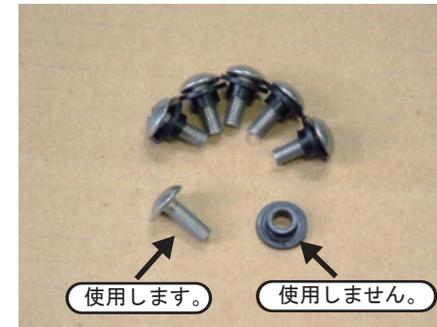

図2
5. 取り外したボルトから樹脂製のカラーを外しておきます。（ボルトのみ使用しますので、カラーは使用しません。）（図2参照）